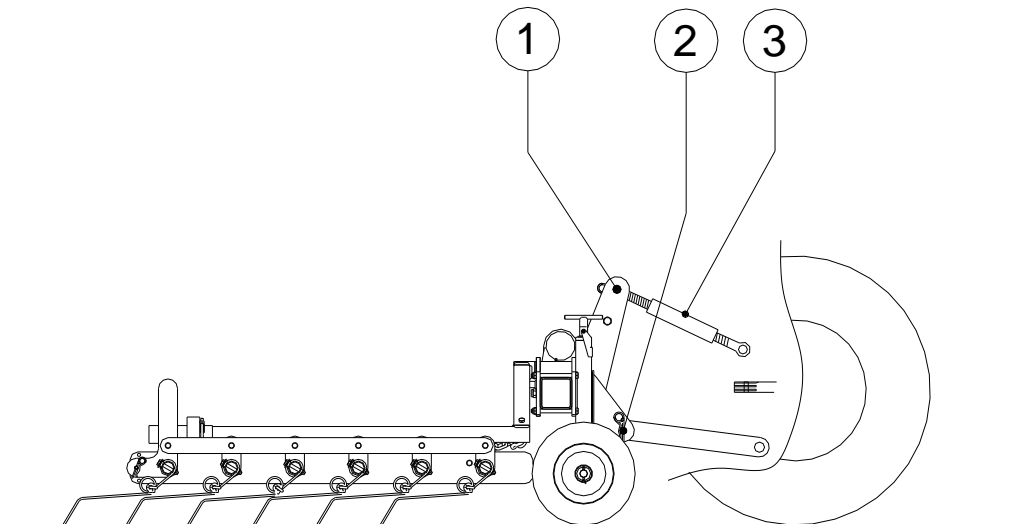

Fig. 8
El método es como sigue (Fig. 8):
3. Gire la barra de cumbre de modo que la máquina llegue a ser perpendicular al subsuelo. (Véase la Fig. 8)